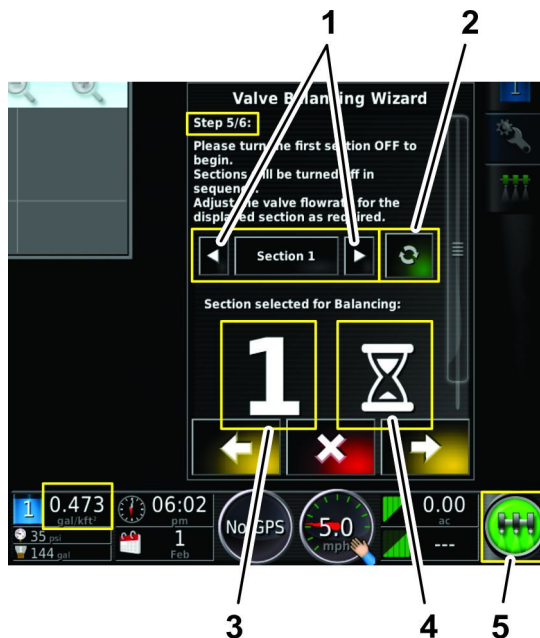

図 144
- ジオリンクソフトウェアが流量を処理し終わるのを待つ 図 144。